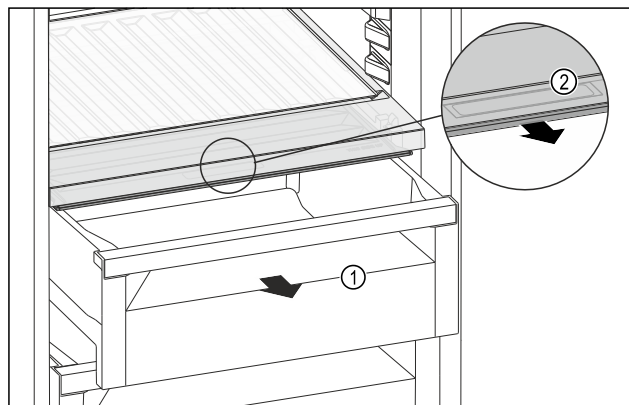

Fig. 230
- Estrarre il cassetto Fig. 230 (1).
- Afferrare la maniglia incassata Fig. 230 (2) sul coperchio dello scomparto e tirare allo stesso tempo in avanti il coperchio dello scomparto.